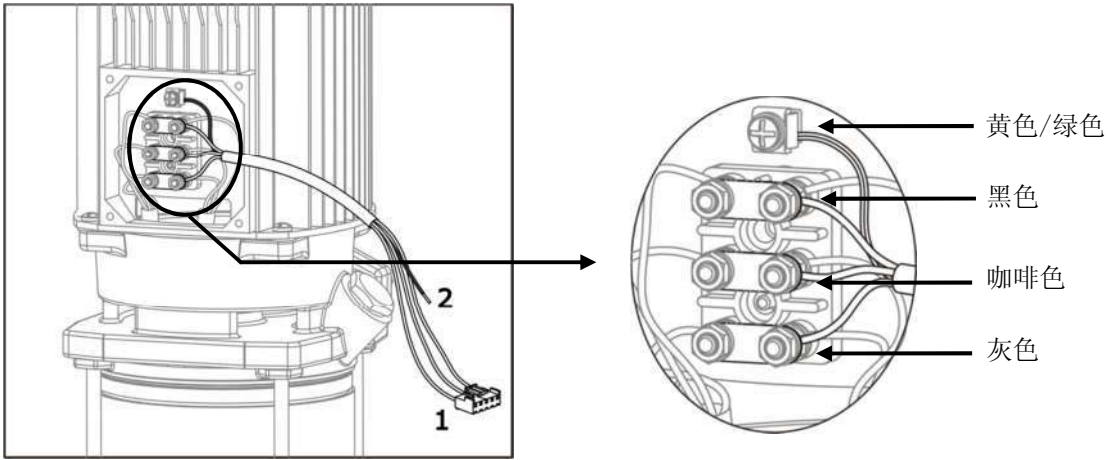

图 1
3.2.1) Speedrive 与单相输入连接 (图 1):